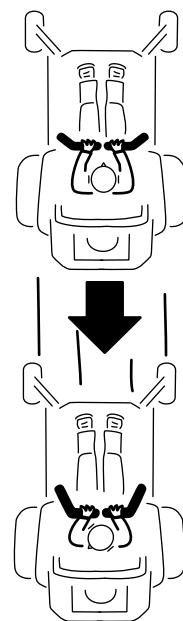

Bild 23
2. Ziehen Sie zum Rückwärtfahren die Fahrantriebshebel langsam nach hinten (Bild 23).